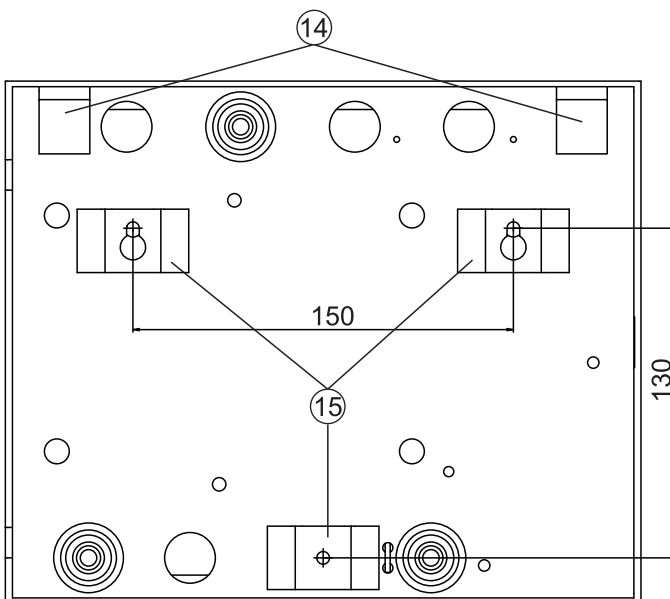

Рисунок 1 - Внешний вид и установочные размеры блока коммутации
Для крепления на стене используются скобы (15) (см. рисунок 1) на задней стенке бокса, а также шурупы 4x40 и дюбеля 6x40 из комплекта поставки.
- Заведите кабель (1) внутрь блока коммутации через кабельный ввод-сальник (2).
- Снимите крышку коммутационной коробки (3) и подключите фазный и нулевой проводники к клеммам (4). Установите крышку на место.
- Подключите защитный проводник к клемме защитного заземления (5). Защитный провод соединяется с кабельным наконечником методом опрессовки опрессовочными клещами.
- Зафиксируйте кабель питающей сети кабельной стяжкой (6).
- Заведите кабели в отверстия (9) блока коммутации (см. рисунок 1).